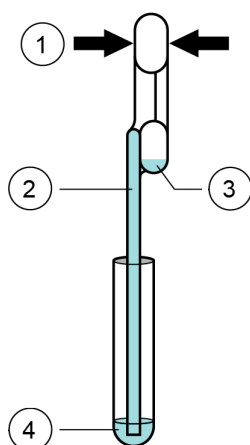

Figure 20. Écran Préparation de la cartouche (Cartridge Preparation)
8. L'écran Préparation de la cartouche (Cartridge Preparation) s'affiche (voir la Figure 20).